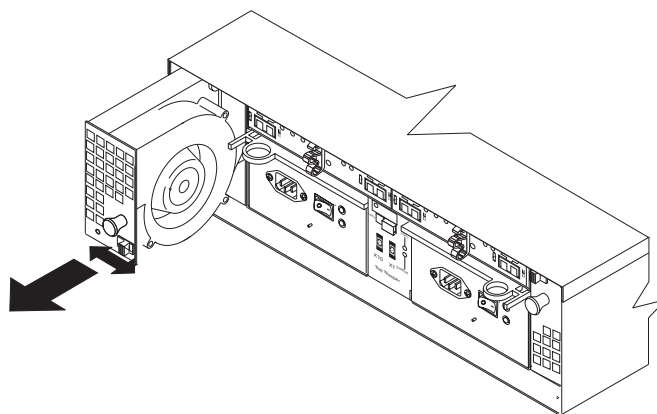

Abbildung 13. Lüfter wieder einsetzen
2. Achten Sie darauf, dass Sie die Verriegelung des Lüfters in Pfeilrichtung bewegen, bevor Sie den Lüfter in die Position schieben. Wenn sich der Lüfter nicht in die Position schieben lässt, drehen Sie ihn um 180 °. (Siehe Abb. 13.)